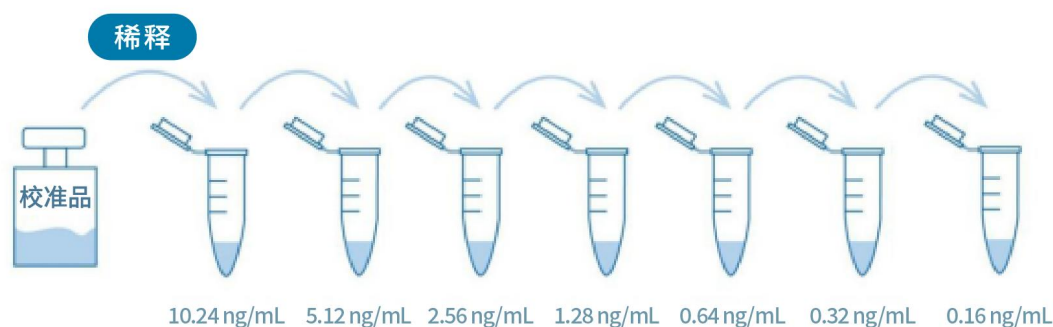

图 3. 校准品稀释操作示例
3. 校准曲线配制：参照图 3 和表 2 对校准品进行梯度稀释。